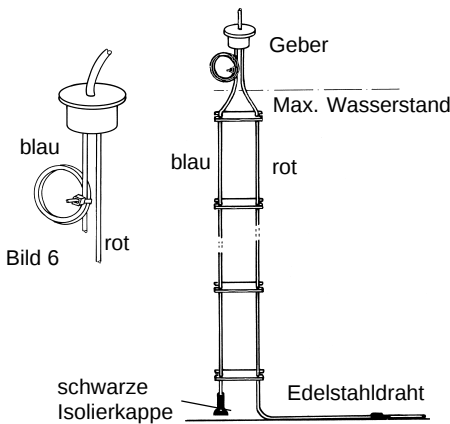

Bild 5
- Das rote Kabel mit dem Edelstahlstab in voller Länge auf dem Boden des Systemtanks HST verlegen, siehe Bild 5.
- Das blaue Kabel mit der schwarzen Isolierkappe genau auf Tankhöhe ausrichten, siehe Bild 5.
- Die zehn Abstandhalter gleichmäßig auf die Sondenlänge verteilen, siehe Bild 5 und 7.